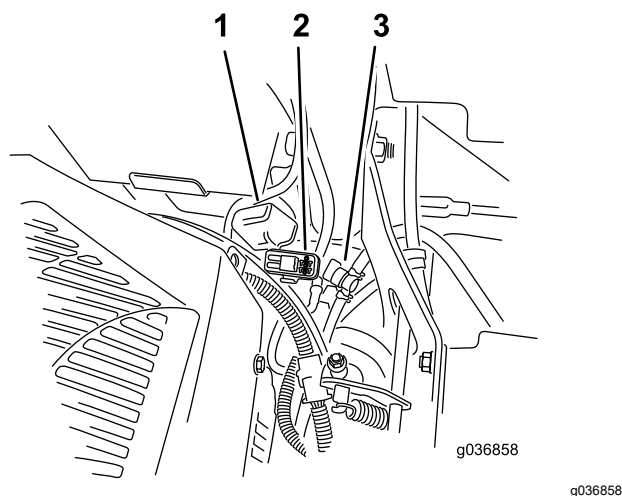

Figura 54
Nota: Per le macchine MyRide, assicuratevi che il cavo di terra non sfreggi contro il braccio di trascinamento o l'ammortizzatore inferiore (Figura 54).
I fusibili sono posizionati sulla consolle di destra vicino al sedile (Figura 54).
2. Montate un fusibile nuovo (Figura 54).